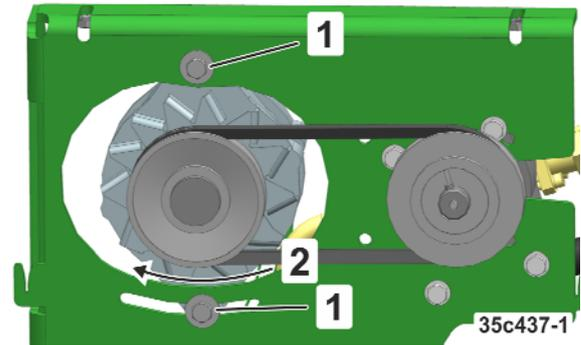

Fig. 310
2. Desserrer les vis (Fig. 310/1)
3. Tendre la courroie trapézoïdale via le générateur (Fig. 310/2)